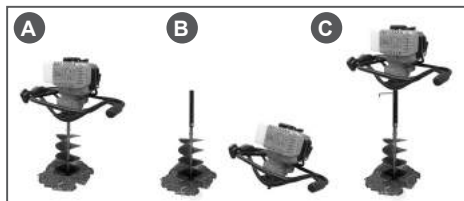

Рис. 4 Установка удлинителя
1. Пробурите скважины в земле глубиной 30-50 см (Рис. 4А). Остановите двигатель.
4. Вставьте удлинитель в вал шнека, совместите отверстия, затем установите крепеж. Надежно затяните (Рис. 4В).
5. Установите двигатель на вал удлинителя и закрепите его крепежом, снятым в п.3. Надежно затяните (Рис. 4С).